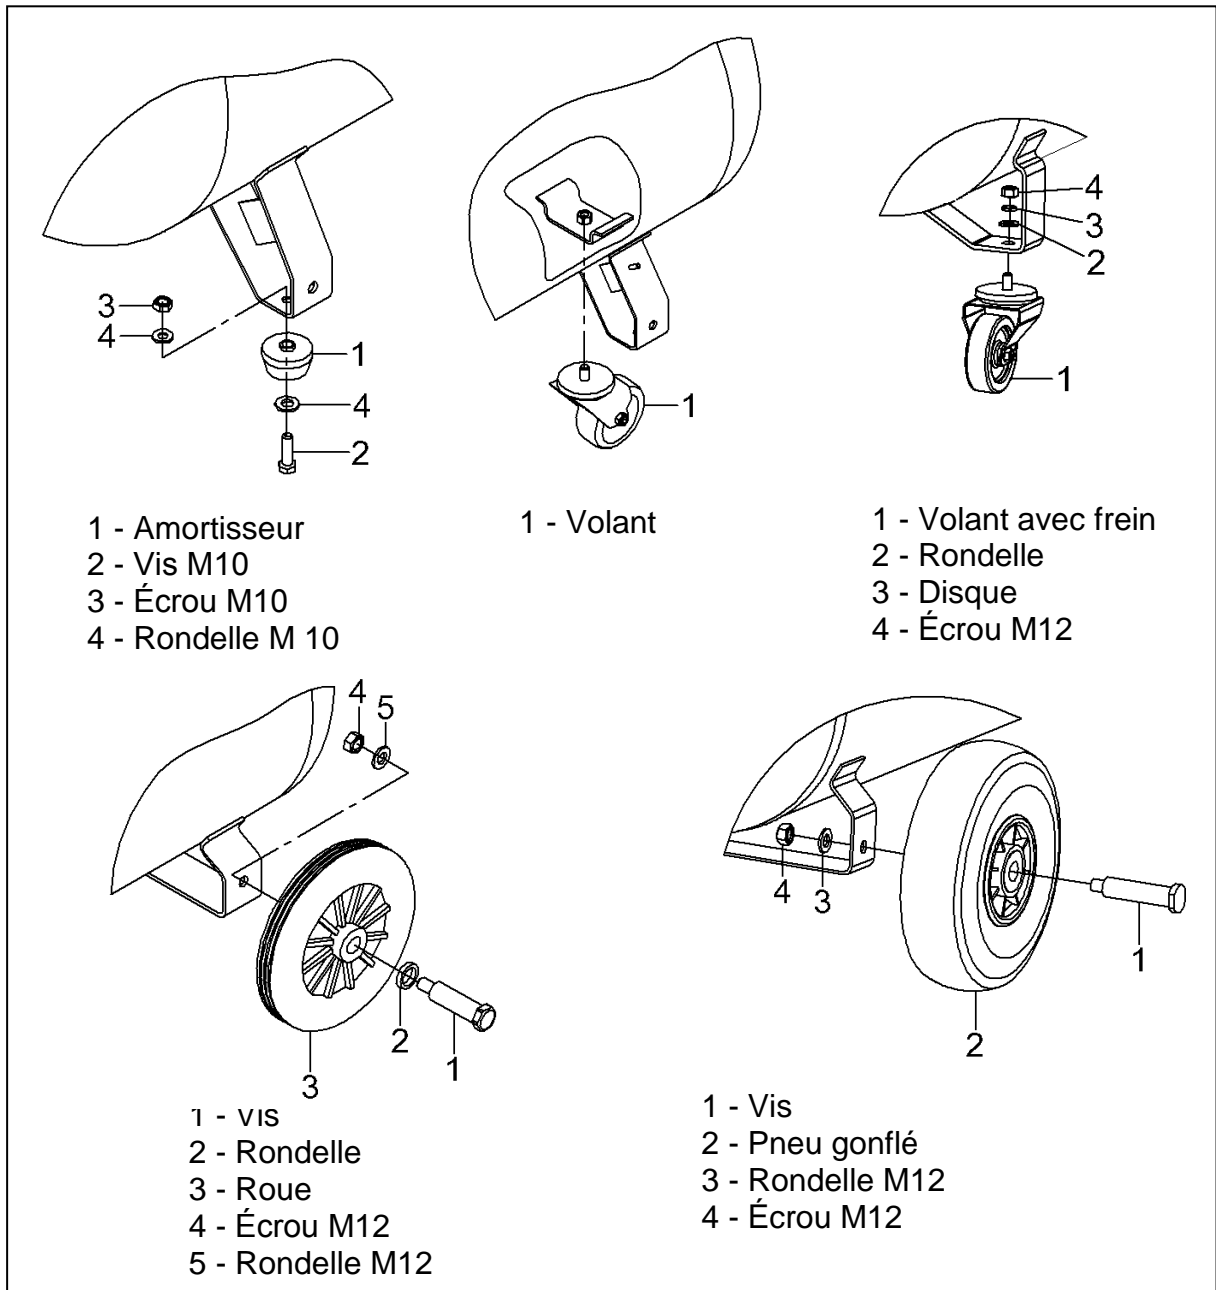

Figure 1
6.3.4 Les roues amovibles ou amortisseurs en caoutchouc doivent être montés sur les supports de la cuve de pression, comme montré à la **figure 1**.